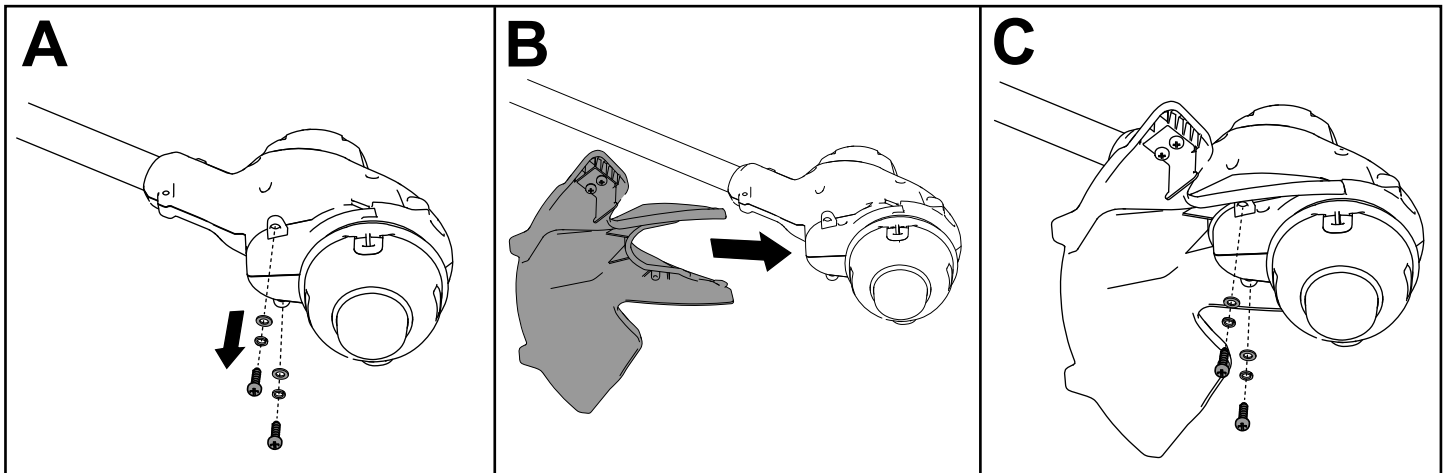

Figure 5
1. Retirez les 2 vis à tête creuse, 2 rondelles et 2 entretoises de la base de la débroussailleuse (A de la Figure 5).
2. Placez le déflecteur sur la base de la débroussailleuse (B de la Figure 5).
3. Fixez le déflecteur sur la base de la débroussailleuse à l'aide des 2 vis à tête creuse, des 2 rondelles et des 2 entretoises retirées précédemment (C de la Figure 5).